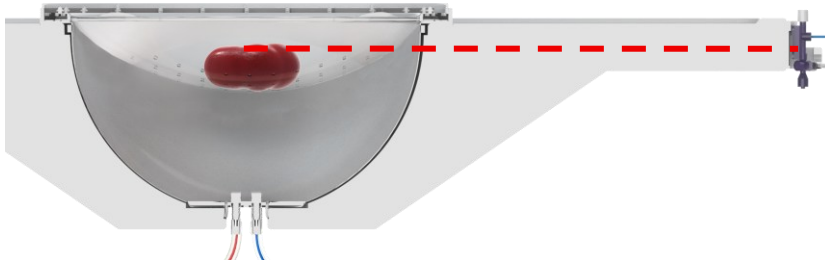

Abbildung 29: Höhe der Niere im Verhältnis zum Drucksensor
- Beachten Sie, dass die Niere durch das Netz und die Flüssigkeit im Behälter getragen wird. Um eine genaue Druckmessung zu gewährleisten, ist es wichtig, die Höhe der Niere dem Drucksensor entsprechend auszurichten, wie in Abbildung 29 dargestellt. Die Spitze der Kanüle sollte sich auf der gleichen Höhe wie die Mitte des Drucksensors befinden.